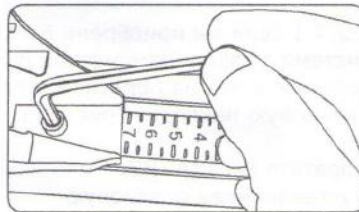

рис. 14
1.2.9.1 Винтом зафиксируйте опору на дуге (6 н/м) (рис. 14).